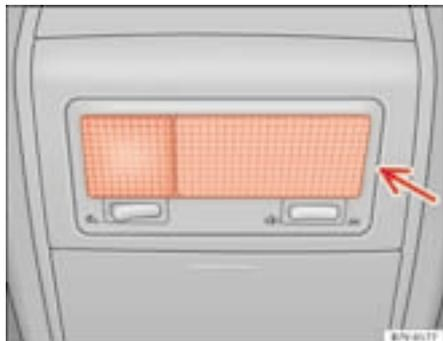

Abb. 171 Leseleuchte
- Drehen Sie die Lampenfassung auf der Rückseite der Lampe in Pfeilrichtung ⇒ Abb. 171 und nehmen Sie sie ab.